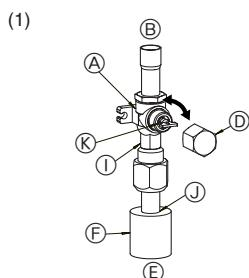
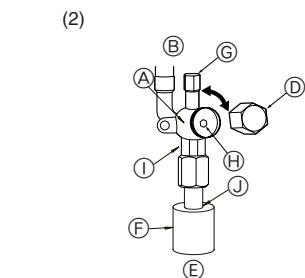

Fig. 4-5
Fig. 4-6
#### (1) Lado del gas de P71-140 (Fig. 4-5)
- ① Quite la tapa, tire de la manivela hacia usted y gire 1/4 de vuelta hacia la izquierda para abrir.
- ② Cerciórese de que la válvula de parada esté completamente abierta, empuje la manivela y enrosque la tapa en su posición original.
#### (2) Lado del líquido de P71-140 (Fig. 4-6)
- ① Abra la tapa y gire la varilla de válvula hacia la izquierda hasta su tope, utilizando una llave hexagonal de 4 mm. Deje de girar cuando llega al tope.